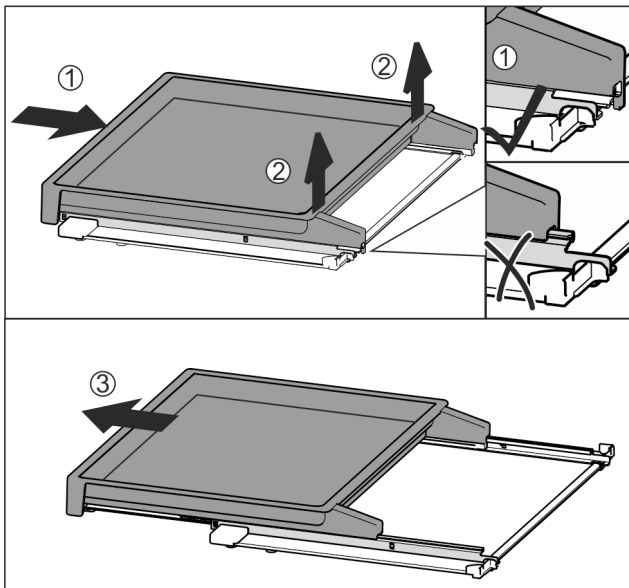

Fig. 40
- ▶ Вставить вытяжную панель полностью Fig. 40 (1).
- ▶ Отпустить фиксацию на задней стороне Fig. 40 (2).
- ▶ Извлеките вытяжную панель движением вперед Fig. 40 (3).